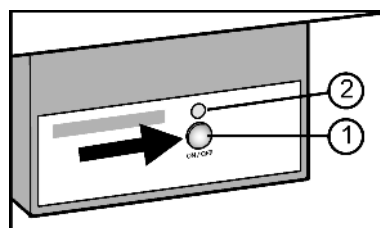

Fig. 11
- ▶ Premere il tasto On/Off Fig. 11 (1) finché si illumina il LED Fig. 11 (2).